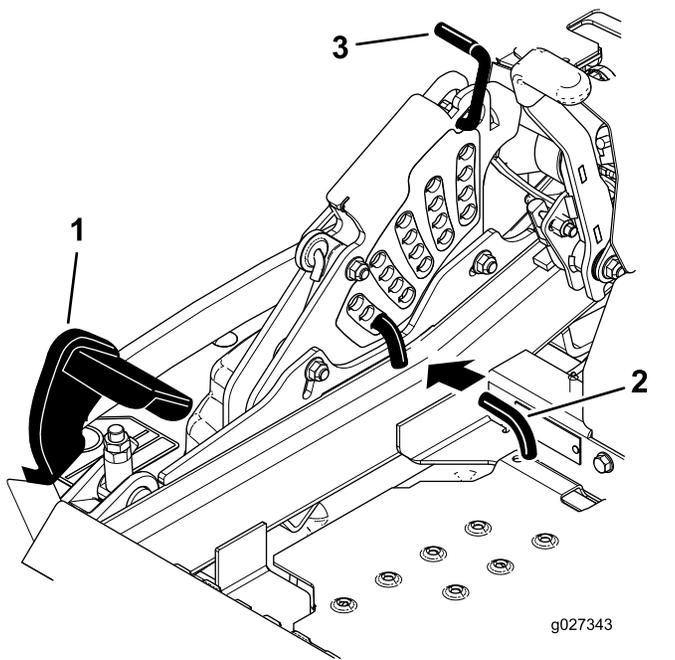

Figura 93
5. Premete completamente in avanti il pedale di sollevamento del piatto di taglio in modo che quest'ultimo si blocchi in posizione di trasporto a 14 cm (Figura 93).